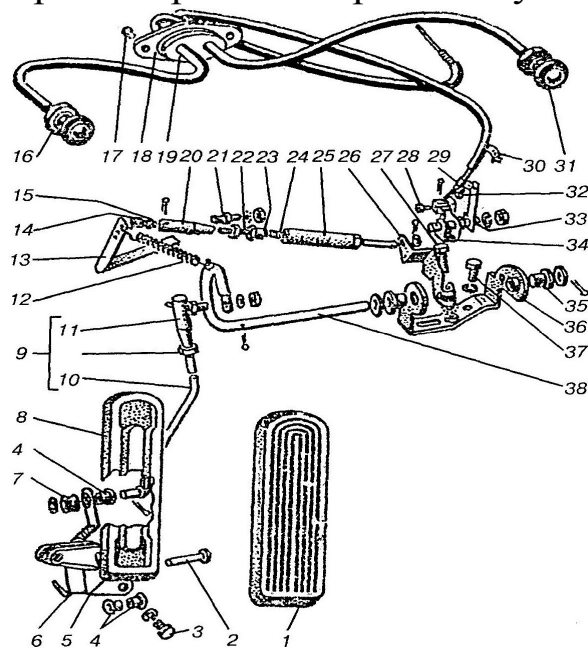

Рис. 5.5. Привод заслінки карбюратора:
12. Підтягнути гайки кріплення карбюратора. Впевнитись у справній роботі привода до дросельних і повітряних заслінок карбюратора. Привід повинен працювати без заїдань (рис.5.5).